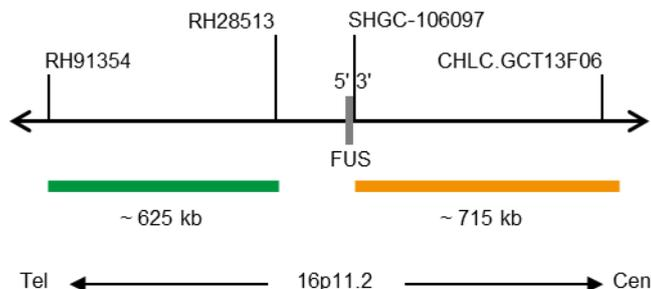

Abb. 1: SPEC FUS Sondenlokalisierung (nicht maßstabsgetreu)
- ZyGreen (Anregung 503 nm/Emission 528 nm) markierten Polynukleotiden (~10 ng/μl), die gegen Sequenzen in 16p11.2*(chr16:30,383,304-31,007,836) gerichtet sind, welche distal zur FUS-Bruchpunktregion lokalisiert sind (siehe Abb. 1).
- ZyOrange (Anregung 547 nm/Emission 572 nm) markierten Polynukleotiden (~4,5 ng/μl), die gegen Sequenzen in 16p11.2*(chr16:31,213,259-31,927,155) gerichtet sind, welche proximal zur FUS-Bruchpunktregion lokalisiert sind (siehe Abb. 1).